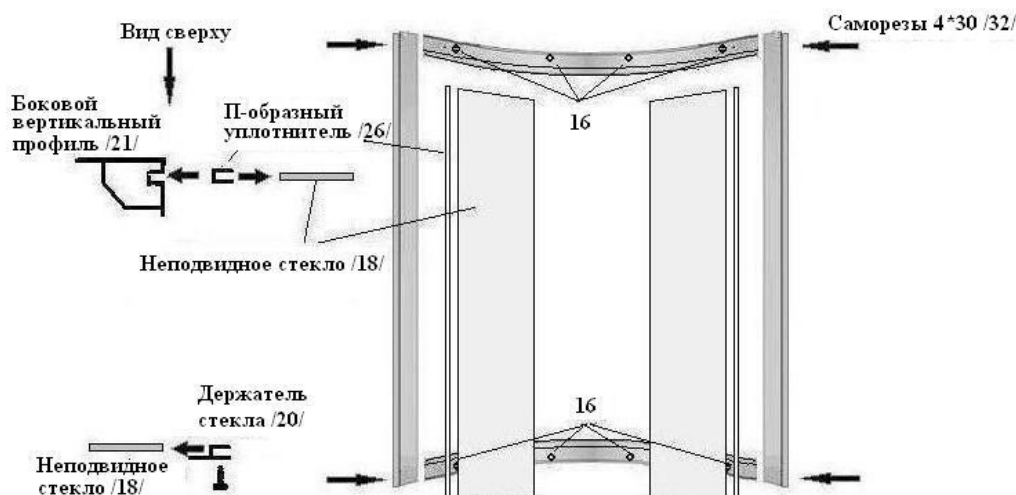

Рис. 5
3.4. Сборка фронтальных стенок (рис.5)